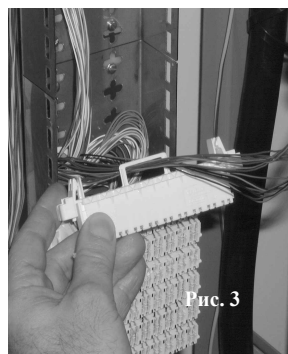

Рис. 3
- Заведите 1 (одну) десятку через направляющую для кабеля (размещена на задней части плинта), как показано на рис.3